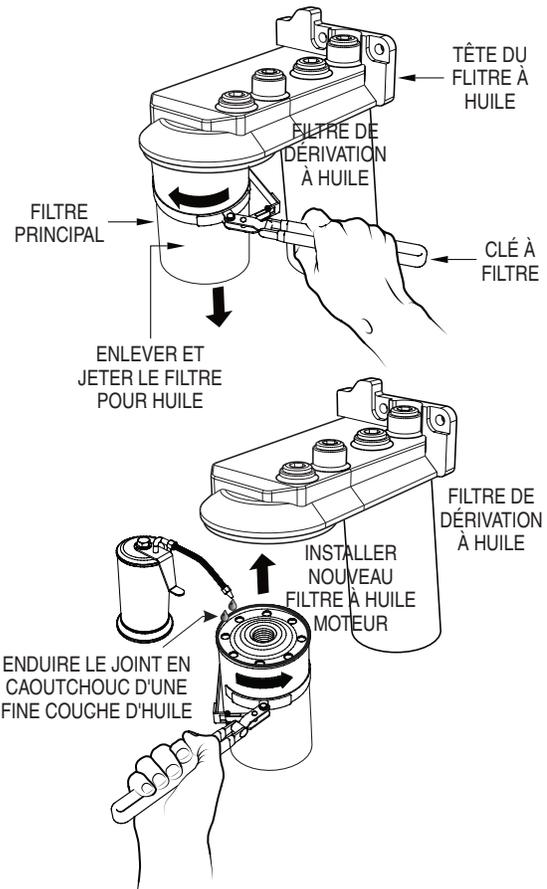

Figure 57. Retrait du filtre à huile du moteur
1. Nettoyez la zone autour de la **tête du filtre à huile** (Figure 57).
2. À l'aide d'une **clé à filtre à huile**, retirez le **filtre à huile du moteur** (Figure 57).
3. Enduisez la surface d'étanchéité en caoutchouc (joint) du nouveau filtre à huile d'huile moteur 15W-40 propre (Figure 57).